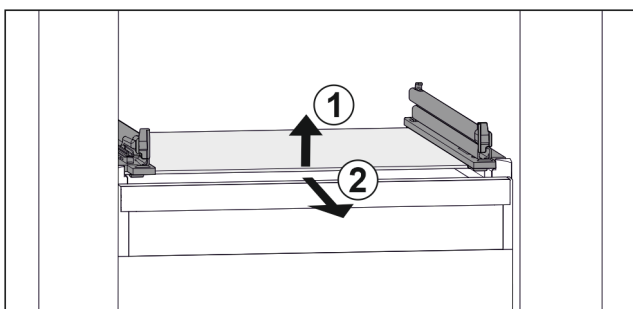

Fig. 116 Exemple de représentation de la tablette en verre
- Soulever la tablette en verre par l'avant. Fig. 116 (1)
- Retirer la tablette en verre par l'avant. Fig. 116 (2)